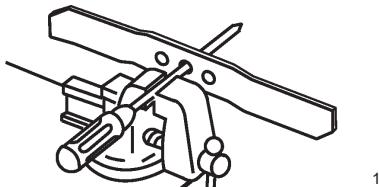

Figure 30
1. Vérifiez l'équilibre de la lame en enfilant le trou central sur un clou ou la tige d'un tournevis serré horizontalement dans un étai (Fig. 30).